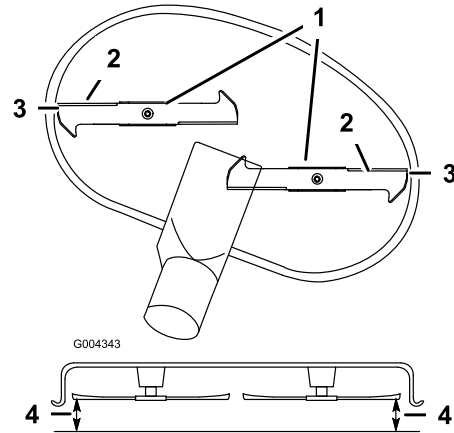

Figura 51
5. Gire cuidadosamente la(s) cuchilla(s) colocándola(s) perpendicularmente al sentido de avance de la máquina (Figura 51). Mida entre los bordes de corte exteriores y la superficie plana (Figura 51). Si hay una diferencia de más de 5 mm entre ambas dimensiones, se requiere un ajuste; siga con este procedimiento.